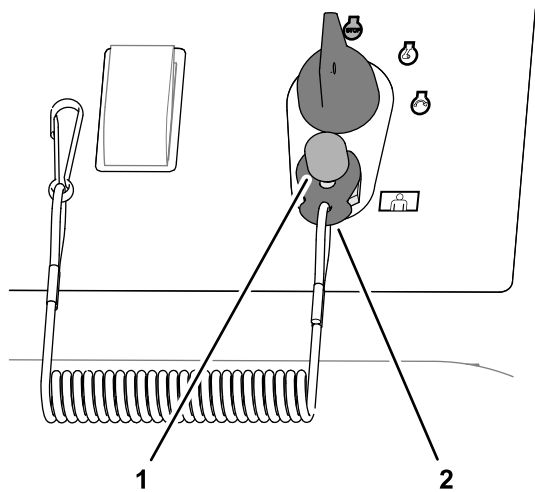

Figura 15
2. Asegúrese de que el clip de plástico del cordón está introducido en el interruptor del control de presencia (Figura 15).